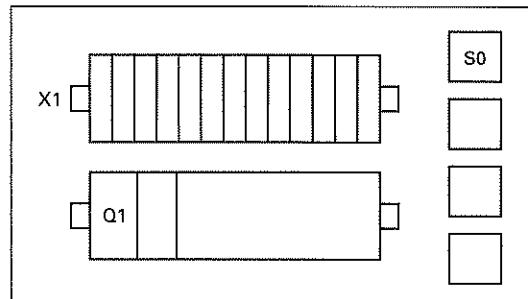

Bild 1: Anordnungsplan der Kleinverteilung
2. Ergänzen Sie den Anordnungsplan der Kleinverteilung (**Bild 1**).